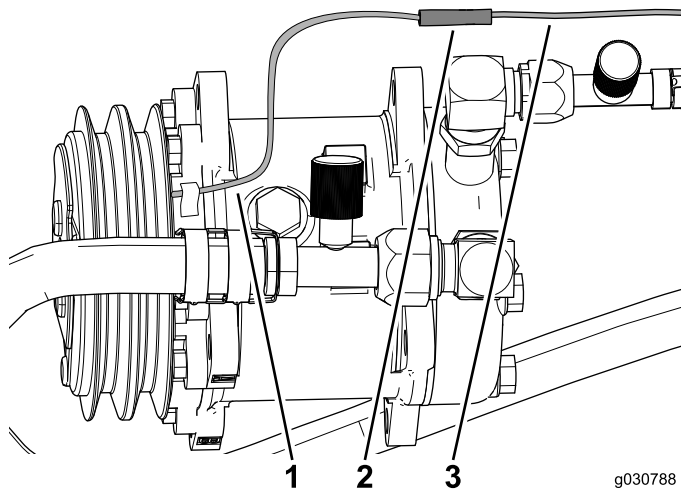

図 47
3. エアコン用コンプレッサから出ている電線をワイヤハーネスのコネクタに接続する 図 47。